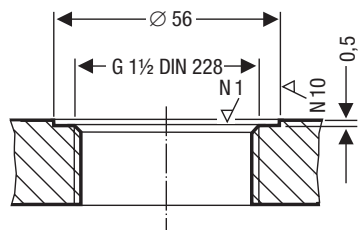

Fig. 8
1. Dichtflächen auf Behältergewindestutzen oder Flanschdeckel überprüfen. **Fig. 6, Fig. 8**
- Die Dichtflächen vom Behältergewindestutzen oder Flanschdeckel müssen gemäß **Fig. 6, Fig. 8** technisch einwandfrei bearbeitet sein!